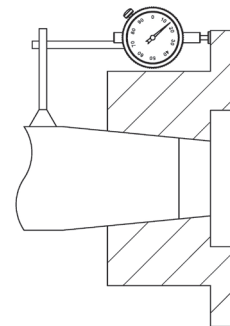

Abbildung 5 – Messbeispiel Position der Messuhr zum Aufziehen der Nabe.
- 7.5. Befestigen Sie eine Messuhr zum Ablesen der axialen Nabenbewegung, wie in Abbildung 5 dargestellt. Alternativ kann die Messuhr auch am Ende der Nabe platziert werden. Stellen Sie die Messuhr auf "Null".